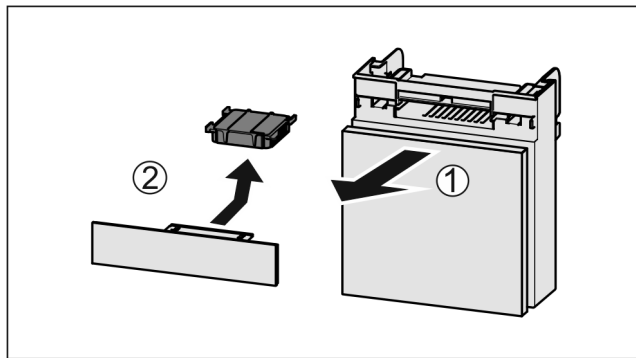

Fig. 168
- Estrarre il vano tirando in avanti Fig. 168 (1).
- Rimuovere il filtro a carboni attivi Fig. 168 (2).